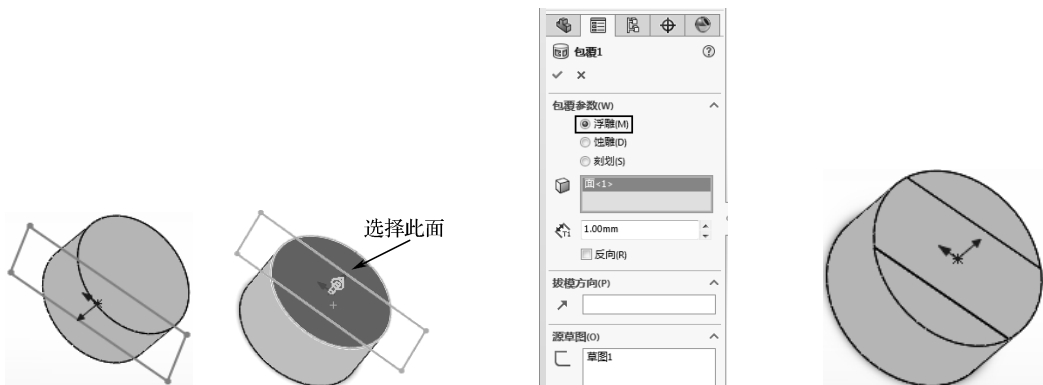

图 6-167 源文件 图 6-168 选择的面 图 6-169 “包覆”属性管理器 图 6-170 创建的包覆特征
- 02 在“打开”属性管理器中选定文件名为“6.31”，然后单击“OK”按钮，或者双击所选定的文件，即打开所选文件，如图 6-167 所示。